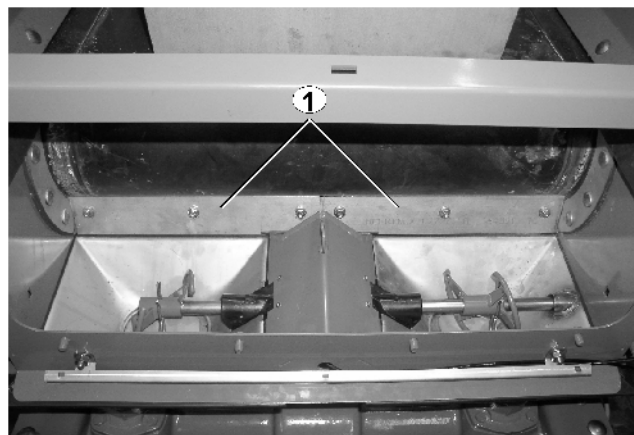
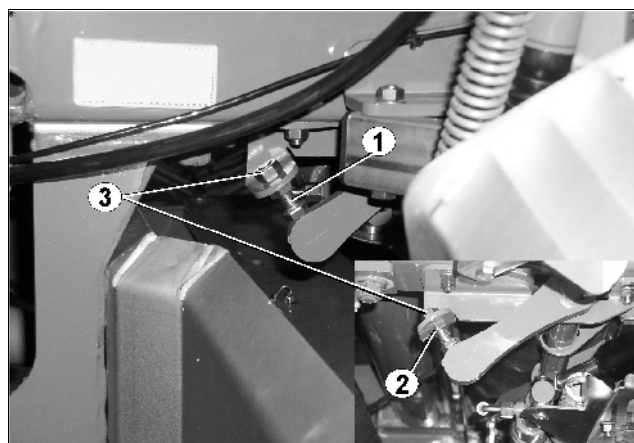

Рис. 46
Рис. 47
- Давление скребка (Рис. 46/1) на транспортер регулируется с **обеих** сторон машины посредством регулировочного болта (Рис. 47/1):
- Гайку (Рис. 47/2) регулировочного болта затяните так, чтобы металлические сегменты ровно прилегали к транспортеру.
- Плотнo затяните контргайку (Рис. 47/3) при помощи соответствующего инструмента.